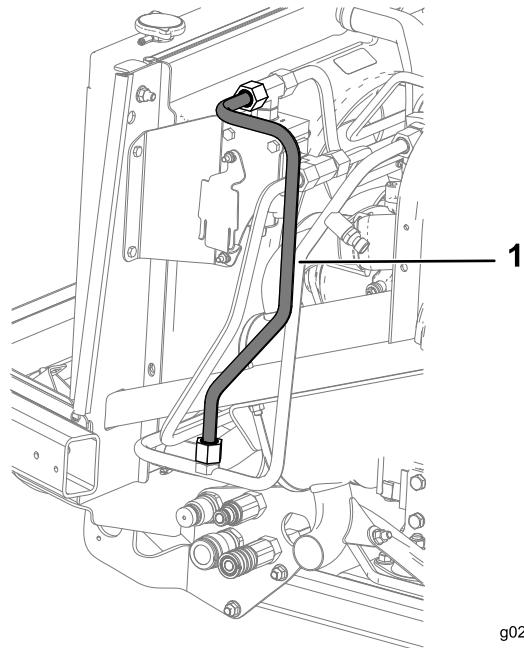

Figura 26
- Instale o tubo hidráulico E do tubo hidráulico H na união adaptadora em T (5/8 pol. macho), no conjunto do coletor direito como se mostra na Figura 26.